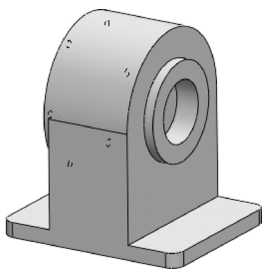

图 3-119 拉伸切除效果
STEP 7 通过拉伸切除操作,在 **STEP 6** 创建的实体上拉伸切除出一直径为 50mm 的孔,效果如图 3-119 所示。